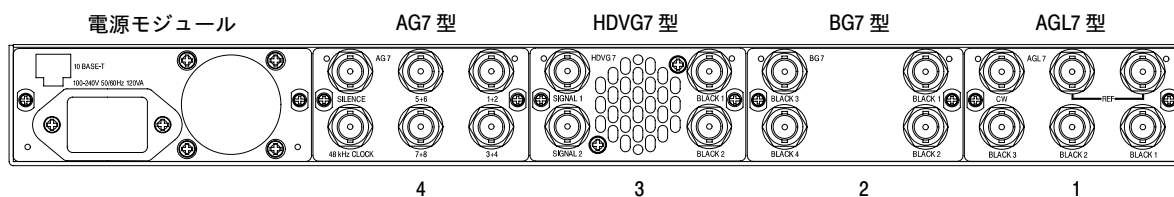

図 1：メインフレームのスロット番号
2. モジュールをインストールするスロットを決めます。表 1 に、各モジュールをインストールできるスロット番号をリストします。また、図 1 に、メインフレームのスロット番号と代表的な構成例を示します。